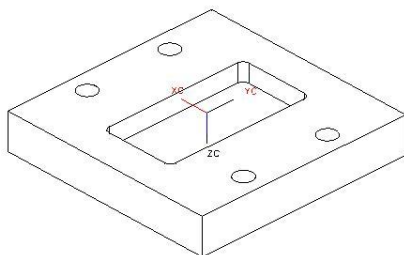

图5-110
11. 在设计区域中只显示 A 板，将其他组件全部隐藏，结果如图 5-110 所示。